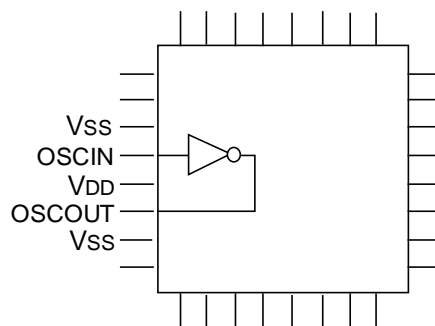

図 8-4 クリティカル信号配置例 2
- b) 発振回路の入出力ピン (OSCIN、OSCOUT) はお互い近くに配置し、電源ピン ( $V_{DD}$ 、 $V_{SS}$ ) で挟んで下さい。また、発振回路と同期する出力ピンを近くに配置しないで下さい。(図 8-4)